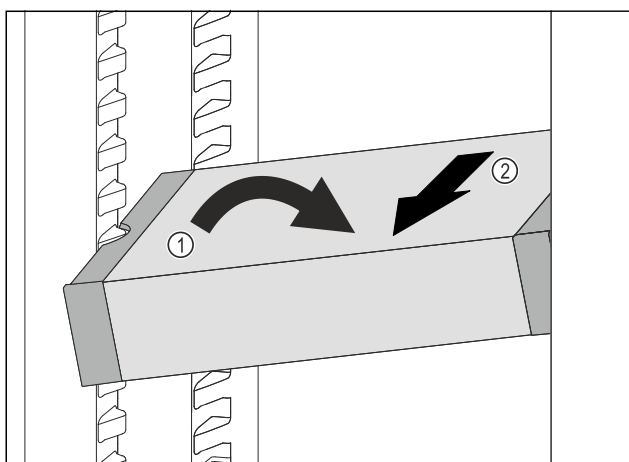

Fig. 106
- ▶ Расположите VarioSafe в холодильном отделении под наклоном. Fig. 106 (1)
- ▶ Извлеките VarioSafe движением вперед. Fig. 106 (2)